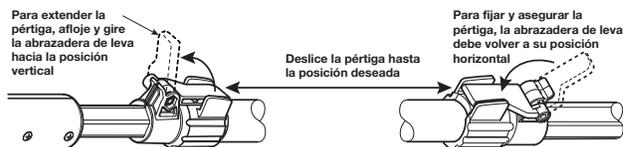

Fig. 16 Cómo ajustar el largo de la sierra de pértiga
1. Para extender la pértiga, afloje y gire la abrazadera a su posición vertical (Fig. 16).